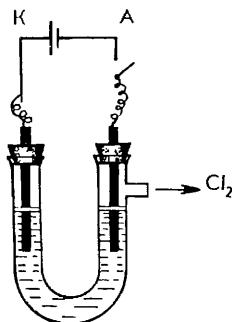

Рис. 22. Электролиз хлорида олова
Оборудование: электролизер с угольными электродами (рис. 22), источник постоянного тока, 0,1 н. раствор хлорида олова (II), 0,1 н. раствор иодида калия, смешанного со свежеприготовленным крахмальным раствором, или иодокрахмальная бумага.